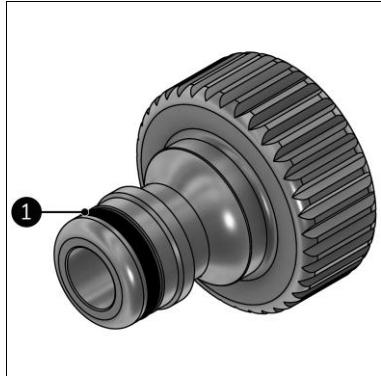

Abbildung 19
- Tragen Sie Vaseline auf den O-Ring der Gartenschlauchkupplung (Abbildung 19, Pos. 1) auf.